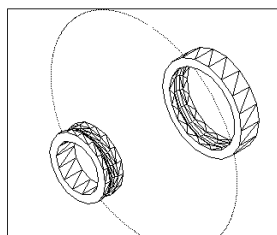

图 15-98
(63) 差集处理。单击  按钮或者在命令行直接输入 `subtract`，从上述大圆柱中减去上述圆环和小圆柱，结果如图 15-98 所示。